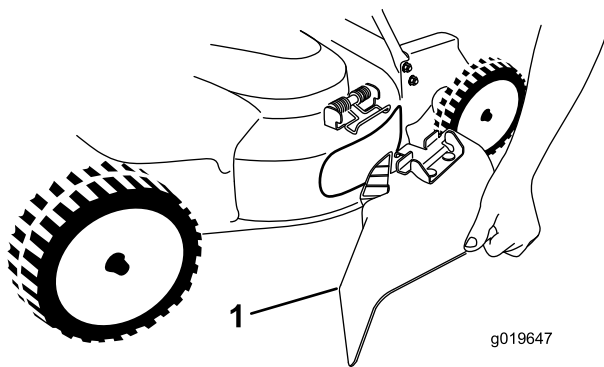

Figure 25
5. Pour monter la goulotte d'éjection latérale (Figure 25), tirez sur le ressort, placez la goulotte sur l'ouverture et abaissez le ressort sur les pattes en haut de la goulotte.